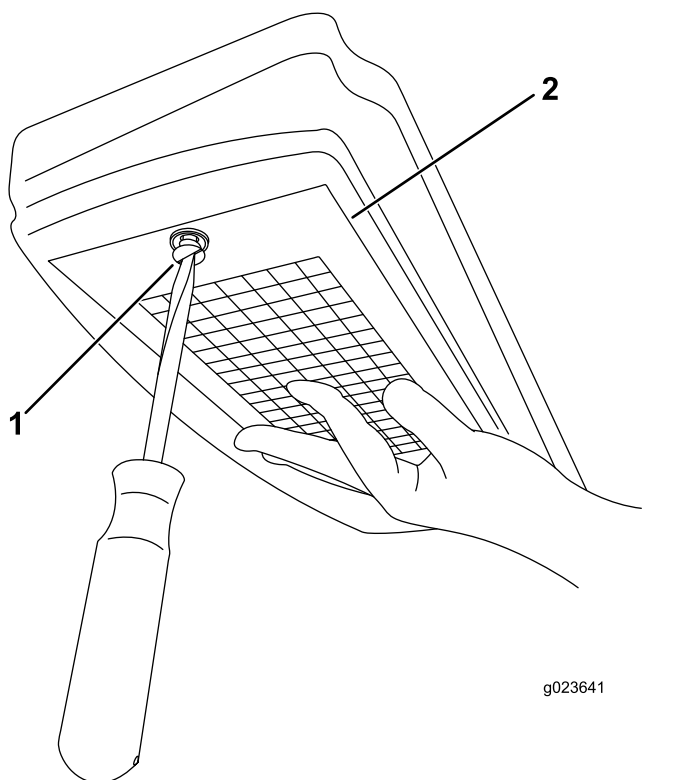

Figure 132
3. Retirez la vis et le couvercle du boîtier du filtre à air (Figure 132).